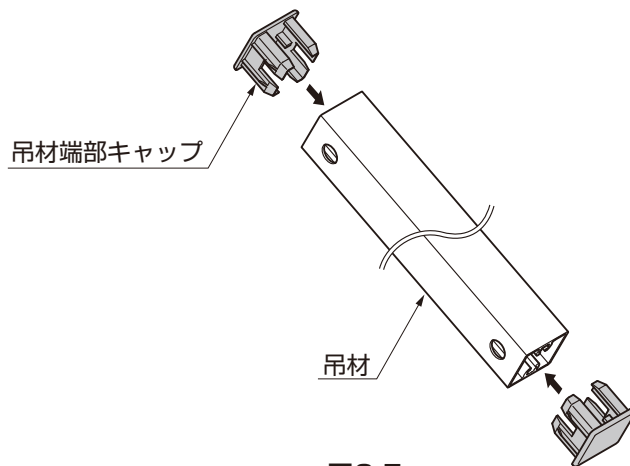

図6-5
- ③吊材に吊材端部キャップを差込んでください。(図6-5参照)